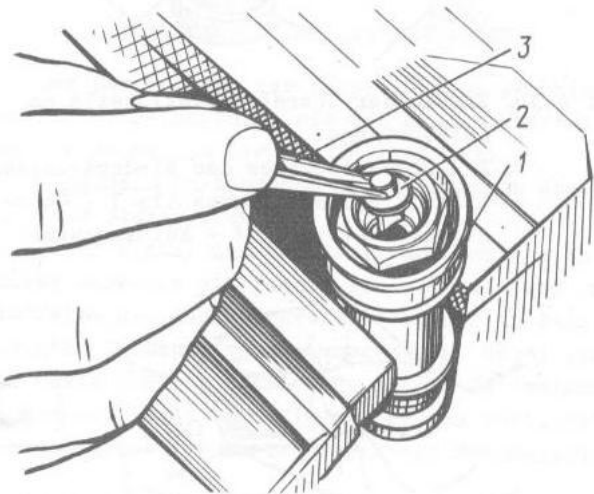

Bild 4-34. Einsatz des Niederdruckventils an Kolbenstange:
- beim Einsetzen des Niederdruckventils an Stange eine spezielle Zange oder Pinzette 3 (Bild 4-34) benutzen;